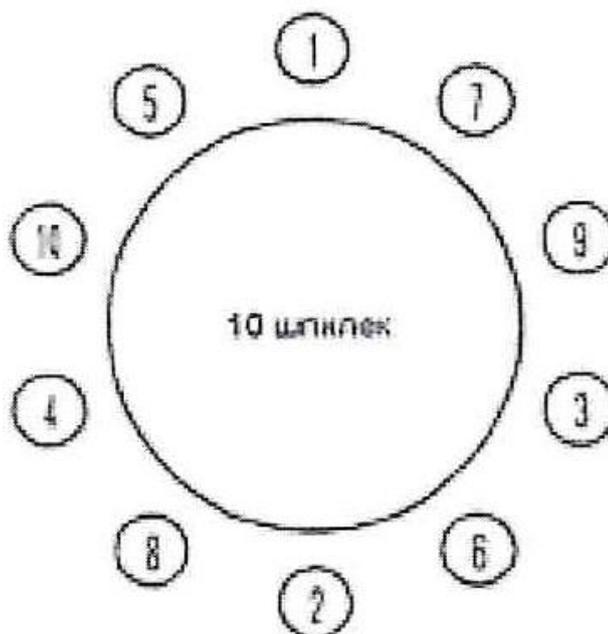

Рис. 43.
- Равномерно затяните гайки в правильной последовательности (рис. 43).